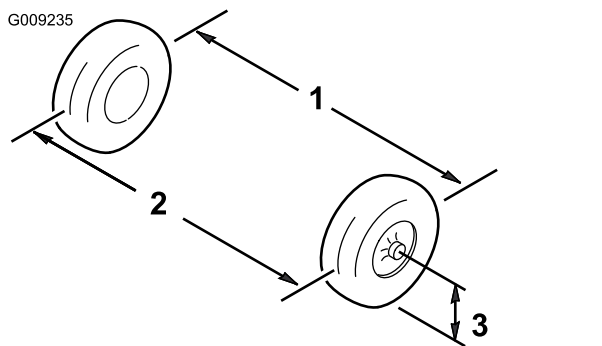

Figura 119
5. Mida la distancia entre los neumáticos delanteros a la altura del eje, en la parte delantera y trasera de las ruedas (Figura 119).